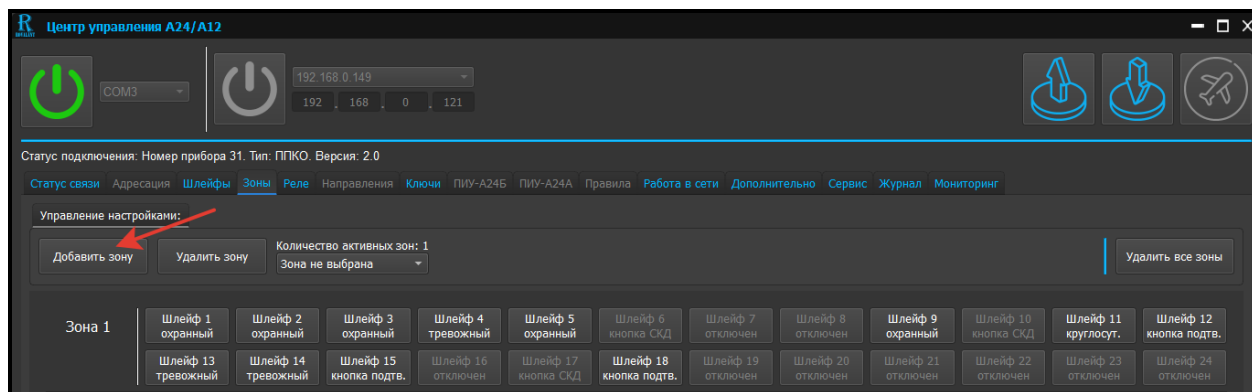

Рис. 33. Скриншот окна настройки «Добавить зону»
4.3.1 Редактирование настройки «Добавить зону» (см. рисунок 33)